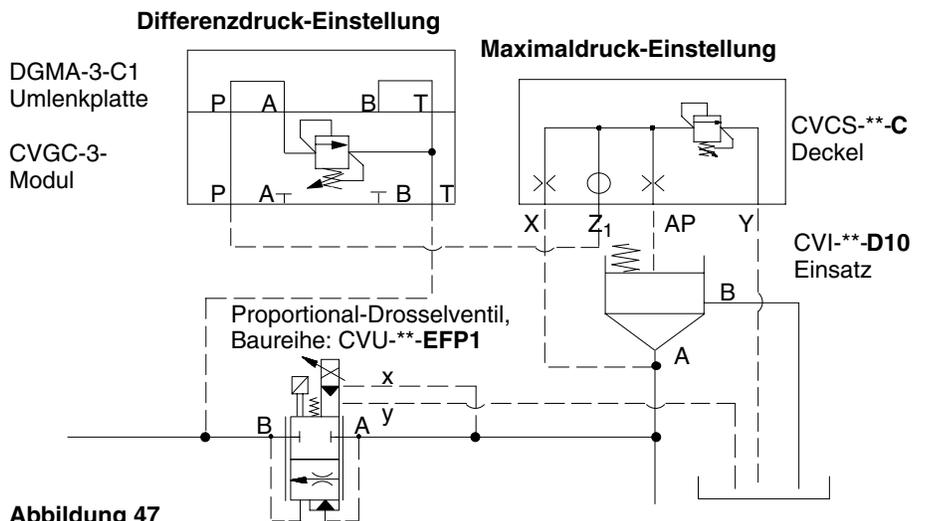

Abbildung 47
**Abbildung 47.** Bei diesem Kreislauf wirken der CVCS-\*\*-C-Deckel und CVI-\*\*-D10-Einsatz als Druckbegrenzungsventil für den maximalen Systemdruck. Der Zusatzanschluß Z1 ist über eine Fühlerleitung mit einem separaten Modul verbunden, das den Differenzdruck regelt.